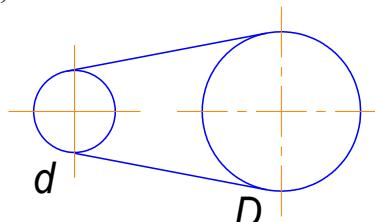

Рис. 5
5. Определить коэффициент скольжения в ременной передаче (рис. 5). Дано:  $n_1=1600 \text{ об/мин}$ ,  $n_2=380 \text{ об/мин}$ ,  $d=100 \text{ мм}$ ,  $D=400 \text{ мм}$ .